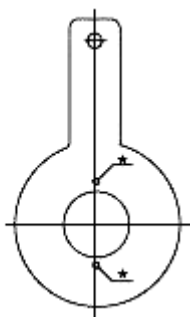

Fig. 1
- concentrici a spigoli vivi - fig. 1
- con smusso a 45° - fig. 1
- concentric with sharp edge - fig. 1
- 45° bevel - fig. 1